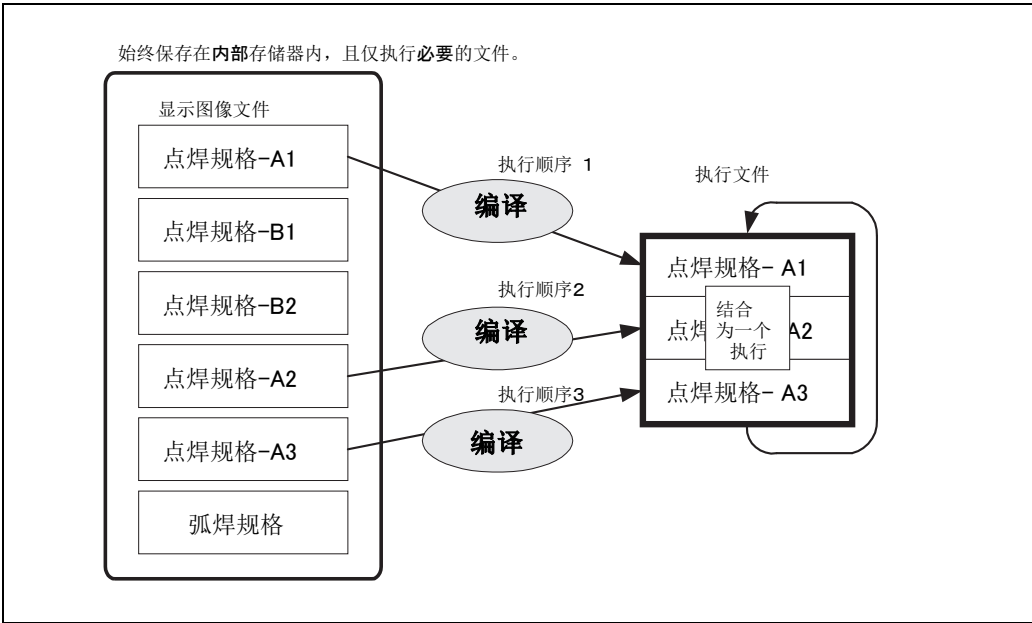

图 1.1.5 复数个梯形图程序的结合
(1)	从复数个梯形图程序（显示图像文件）当中，选择必要的梯形图程序，执行“校验”。→ 图 1.1.5 使用复数个梯形图程序（显示图像文件）时，此时需要指定执行的顺序。
(2)	首先通过编译器检查语法错误等，转换成 TIC 文件（临时的执行图像文件）。存在错误时不生成 TIC 文件。
(3)	所有的梯形图程序（显示图像文件）的编译成功后，TIC 文件（临时的执行图像文件）完成结合，形成一个执行文件。